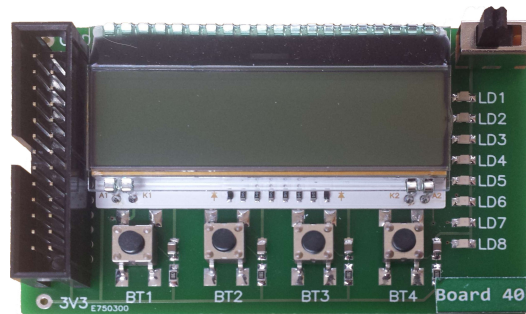

Abbildung 14: Knöpfe-LED-LCD Platine [15]
- Eine Steuerkarte mit 4 Tasten und 8 LEDs, siehe Abbildung 14.